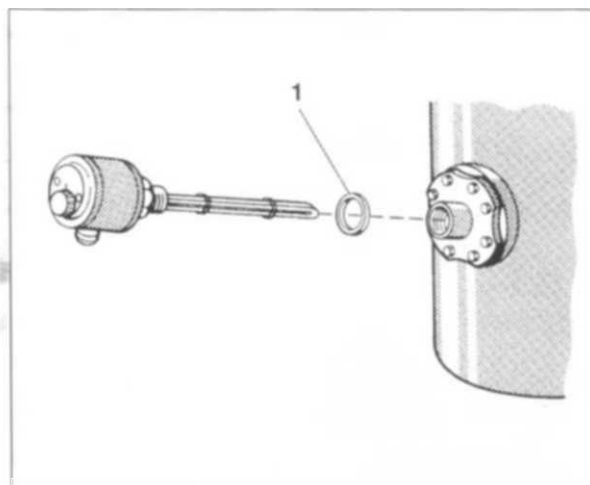

Рис. 2 Монтаж нагревательного
- Нагревательный элемент целиком с плоским уплотнением (рис. 2, **поз. 1**) вставить в резьбовую муфту, закрутить вручную до упора, плотно затянуть гаечным ключом за шестигранник.
Нагревательный элемент устанавливается также как у SU160-300 (смотри рис. 2) в резьбовую муфту.